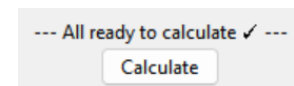
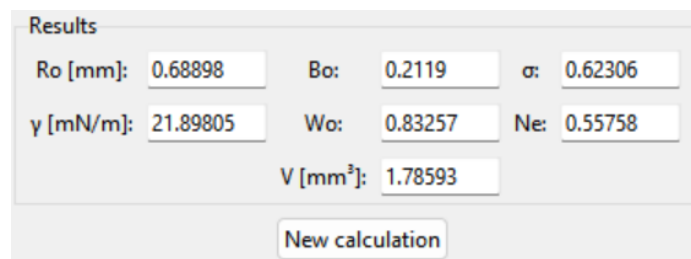

Figura 4: Puede realizar los cálculos.
Figura 5: Resultados finales.
Si completó todo correctamente, en la parte superior de la sección “**Results**”, se mostrará un mensaje que habilite la opción de *Calculate*. Esto se puede ver en la Figura 4. Una vez presione este botón, tendrá los resultados de interés, junto a sus unidades de medida, en la sección antes nombrada: el radio (R_o), el número de Bond (Bo), la relación D_s/D_o (σ), la tensión interfacial (γ), el número de Worthington (Wo), el número de Neumann (Ne) y el volumen real de la gota (V). Para mayor información sobre estos datos puede visitar el repositorio. Si quisiera realizar un nuevo cálculo, puede presionar el botón *New calculation* y se reiniciará el programa. El resultado final se puede ver en la Figura 5.